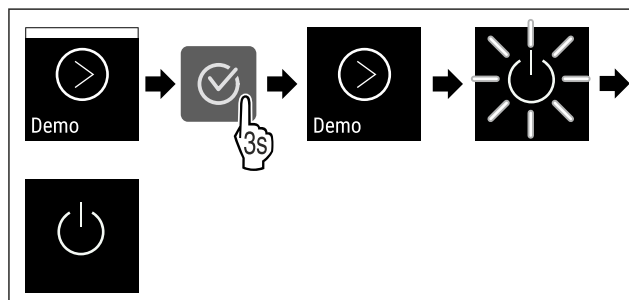

Fig. 111
- ▶ Wykonać czynności (patrz Fig. 111) .